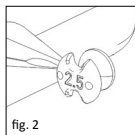

fig. 2
■ **fig. 1a, 1b/2** Le Sizer Disk (fig. 1a, 1b) pour prothèses partielles est doté de six gabarits de différentes longueurs (2-4,5 mm) disposés en satellites sur son pourtour. La longueur est indiquée sur la face arrière de chaque gabarit (fig. 2). Les encoches et les trous réduisent le poids du gabarit et permettent de mieux voir l'intérieur de l'oreille pendant la mesure.